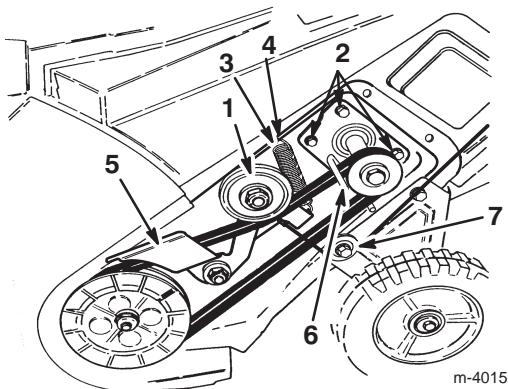

Figure 12
5. Desserrer les 4 écrous de fixation du moteur suffisamment pour faire pivoter le guide-courroie et l'éloigner de la poulie moteur afin de pouvoir enlever la courroie (Fig. 12).
12. Vérifier que le long bout du ressort de tendeur est bien accroché dans le trou du carter, et l'extrémité arrondie dans le bras de frein (Fig. 12).
13. Soulever le bras de tendeur, pincer la courroie et la mettre en place sous le galet tendeur (Fig. 12).
- IMPORTANT : S'assurer que le câble de commande est bien sur sa poulie avant de remonter le carter de courroie de gauche (Fig. 12).**